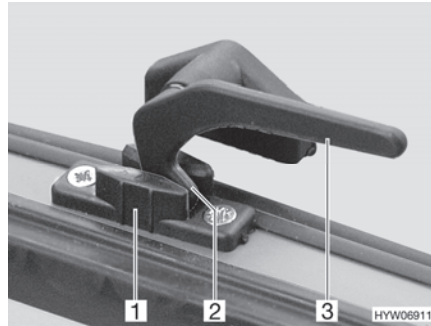

Bild 45 Låsarm i läget "kontinuerlig vädring"
- I läget "kontinuerlig vädring" (Bild 45)
- Sväng låsarmen (Bild 45,3) ett kvarts varv mot fönstrets mitt.
- Vrid tillbaka alla låsarmar. Därvid måste låsspaken (Bild 45,2) föras in i spåret på fönsterlåset (Bild 45,1).